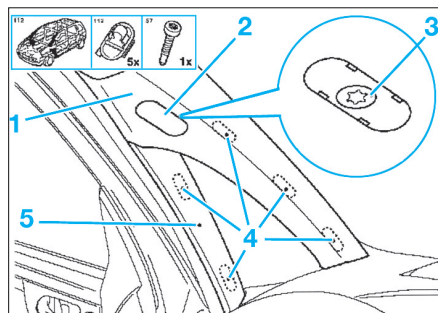

FIG. 2
- Détacher le cache (2) de la garniture intérieure du montant A (1) avec la cale en plastique (Fig.2).